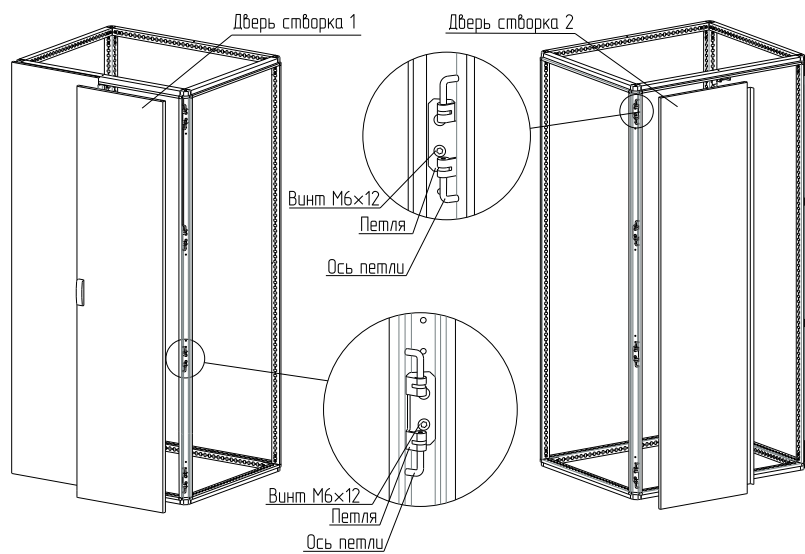

Рисунок 3
4.1.3 Закрепить петли на каркасе на левой и правой стойке (рисунок 3). Для крепления использовать винты самонарезающие М6×12. Момент затяжки – 7 Н·м.